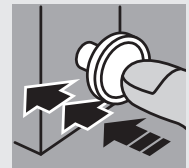

Abb. 3b:
4. Betätigen Sie bei gleichzeitig gedrücktem Gasventil-Knopf (siehe Abb. 3b) den Piezo-Druckknopf an der Geräteseite (siehe Abb. 3c) mehrmals hintereinander.